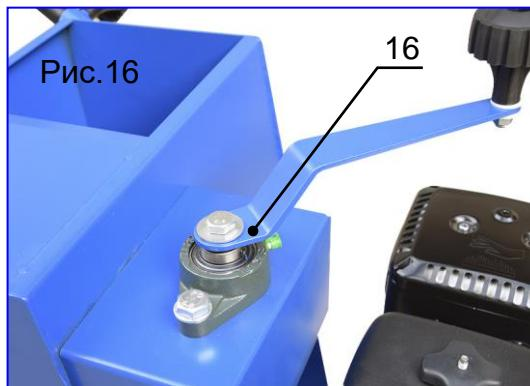

Рис.16
1) Установите поворотную рукоятку (поз.16, рис.16) на вал регулятора глубины пропила и закрепите ее при помощи комплекта крепежа.
- 7) При помощи поворотной рукоятки (поз.16, рис.16) опускайте режущий диск вниз пока не достигнете допустимой глубины.